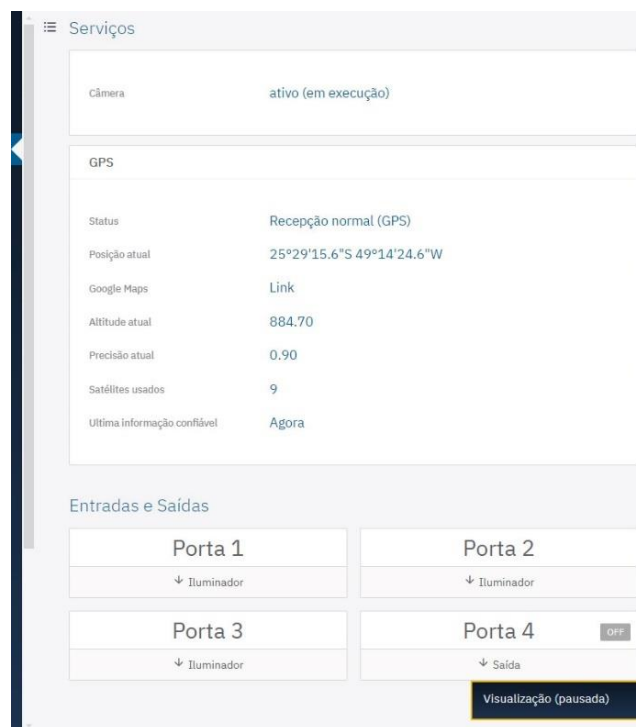

Figura 7 - Dados disponíveis sobre o Estado Atual dos Serviços de Câmera e GPS e das conexões nas portas*
* Quando o dispositivo consegue estabelecer comunicação com uma rede GPS, as principais informações da Geolocalização são apresentadas como na Figura 7 acima.